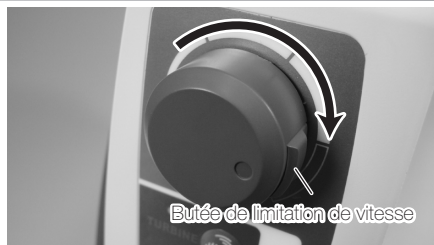

Fig. 7
Pour utiliser une fraise ronde ou une fraise de fissure de faible diamètre à une vitesse de rotation supérieure à 40.000 tours, appuyer sur la butée ⑦ de limitation de vitesse et consigner la vitesse désirée dans la limite de 50.000 tours en faisant tourner le ⑦ Variateur de vitesse de rotation. (Fig.7)